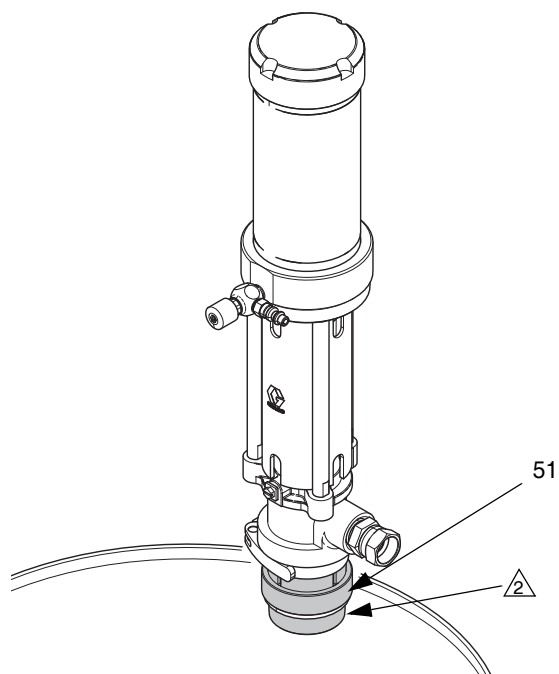

FIG. 7
4. Lubrificare il diametro interno dell'adattatore del cocchiame e le filettature per il montaggio. Assicurarsi che la guarnizione sia correttamente collocata e avvitare stretto l'adattatore del tappo (51) nel foro del tappo del fusto. Inserire la pompa nell'adattatore e fissarla. Vedere FIG. 7.